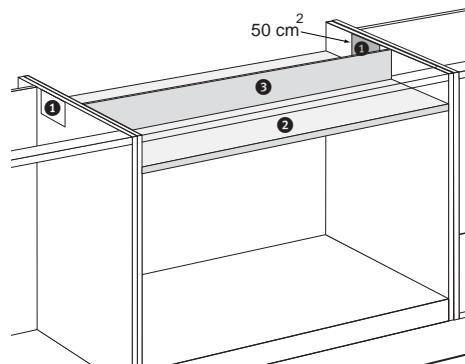

Figuur 11: Lade onder de kookplaat
- Bij inbouw boven een lade moet er aan de voorzijde een spleet gemaakt worden van minimaal 560 x 6 mm voor de ontluuchting (zie figuur 11). **Let op:** een lade mag de ventilatieopeningen aan de onderzijde van het toestel niet afsluiten.
- De afstand tussen lade A en de kookplaat moet minimaal 10 mm bedragen of plaats een vaste blende. Bij een vaste blende hoeven geen extra aanpassingen voor ontluuchting te geschieden (zie figuur 11).